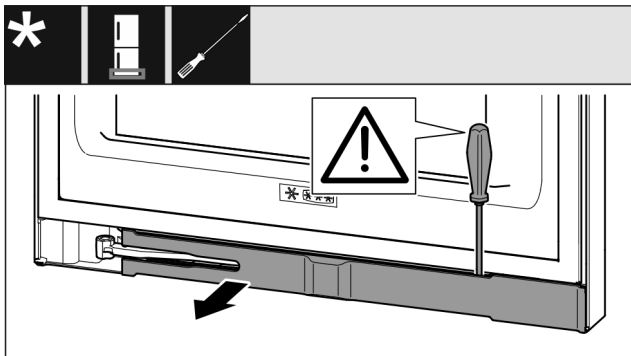

Fig. 13
- Dégager le cache au moyen d'un tournevis plat et le faire pivoter sur le côté. (voir Fig. 13)